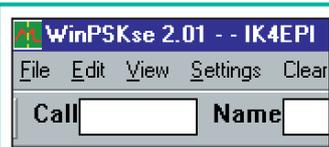

Figure 21 : Après avoir tapé votre indicatif dans la case de la figure 20, celle-ci apparaît sur la première ligne en haut, après "WinPSKse201".
- **My CallSign :** dans ce cadre, comportant l'inscription "LLSIGN SET" (figure 19), sera obligatoirement tapé l'indicatif du radioamateur, car, si cette case demeurerait vide, le programme ne fonctionnerait qu'en réception et non en émission. Cet indicatif, même s'il est tapé en minuscules, apparaît de toute façon en majuscules (voir figure 20, l'ex. de F8KHZ). L'indicatif que vous tapez dans cette case apparaît aussi dans la barre visible figure 21 dont le contenu est inséré automatiquement dans les messages mémorisés dans les "Macros".